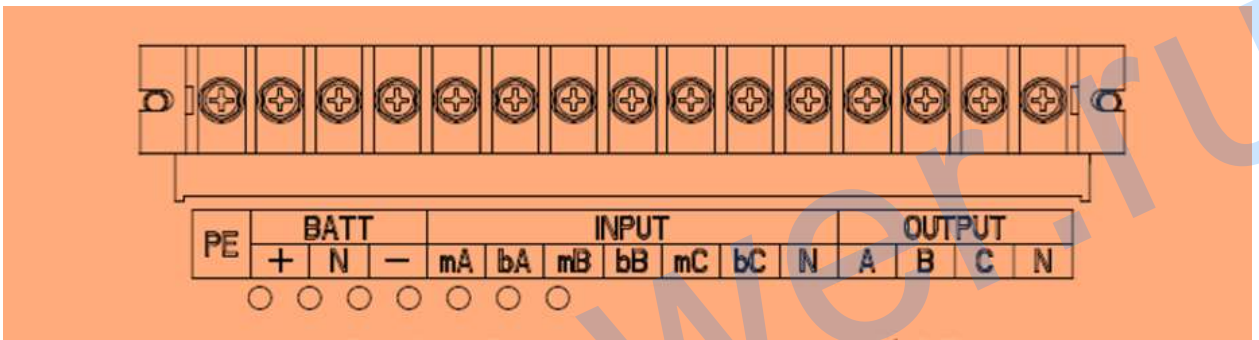

Рис. 3-14. Соединительные клеммы ИБП 10/15кВА.
2. Откройте заднюю дверь шкафа ИБП и снимите пластиковую крышку. Входные и выходные клеммы, а также, клеммы подключения АКБ и защитного заземления представлены на Рис.3-14 – 3-13.